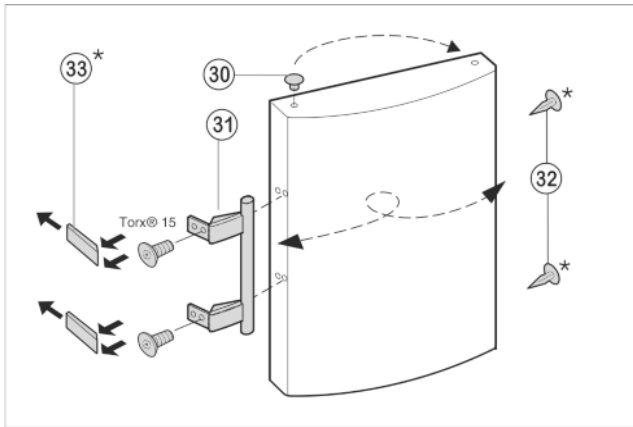

Fig. 9
- ▶ Enlever le bouchon Fig. 9 (30) du coussinet de la porte et le mettre de l'autre côté.
- ▶ Démontez la poignée Fig. 9 (31), le bouchon Fig. 9 (32) et les plaques d'appui Fig. 9 (33) puis les repositionnez sur le côté opposé.